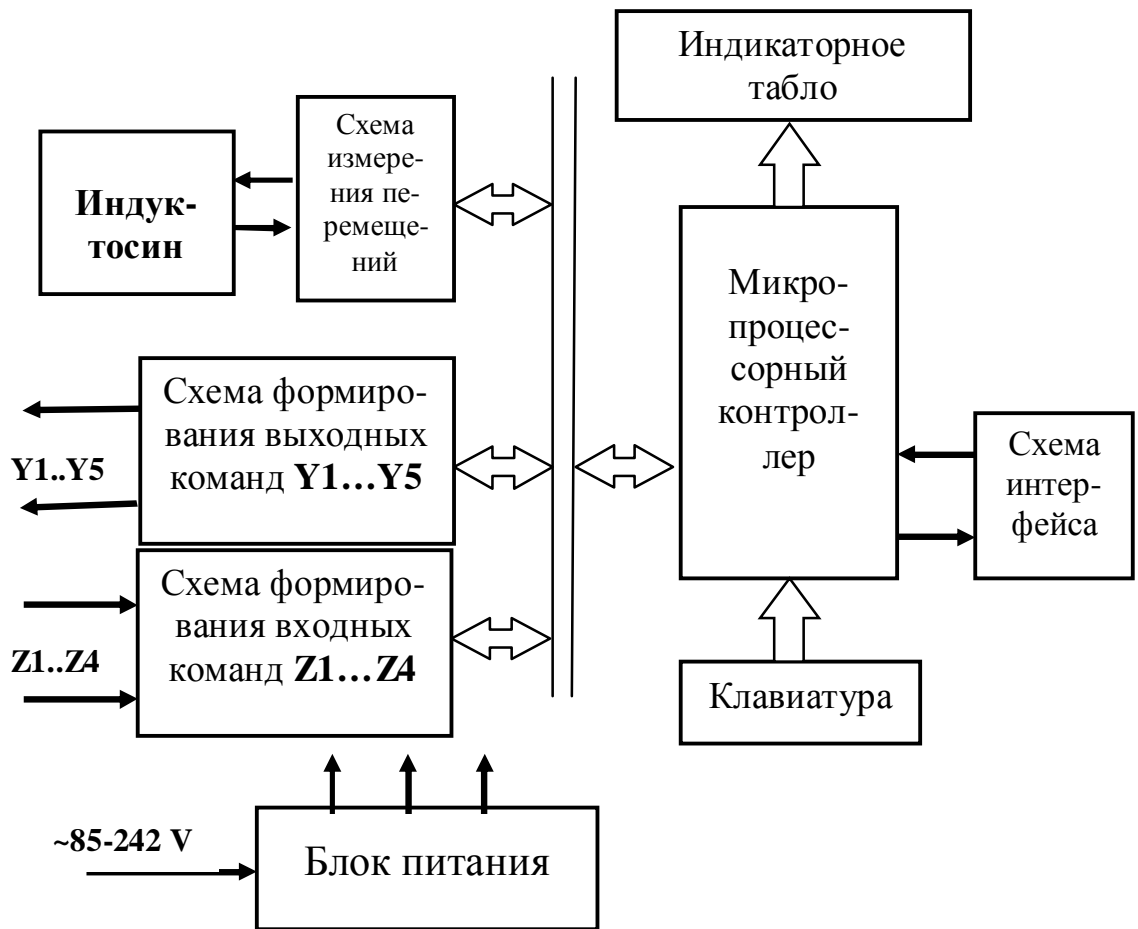

Рис.3.5
3.7. Аппаратно-функциональная архитектура УЦИ представлена на рис.3.5.